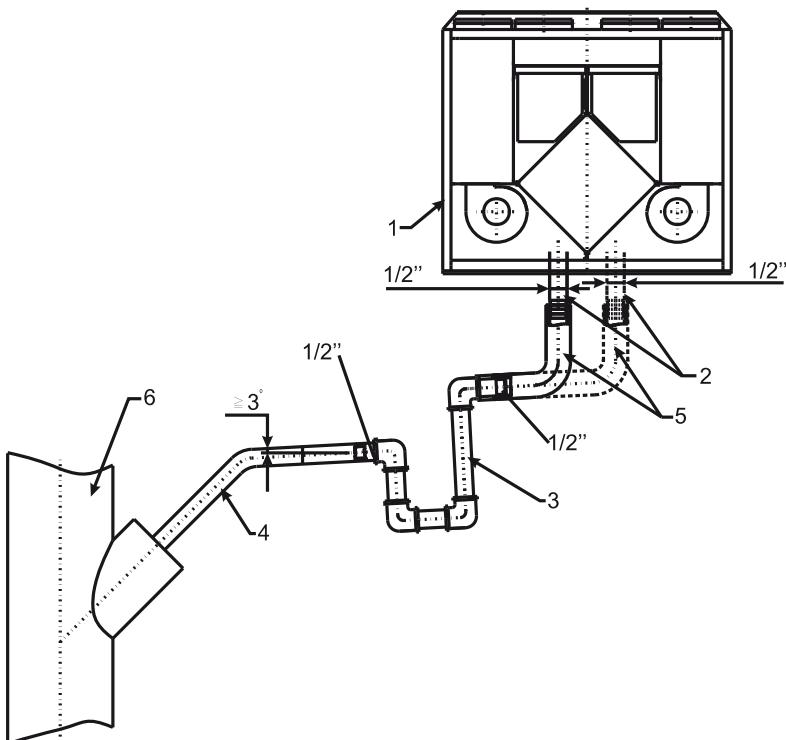

Рис. 4
После монтажа дренажной системы проверьте её работу, залив в поддон отвода конденсата 0,5 литра воды (сифон (3) должен быть постоянно заполнен водой). Если вода не вытекает из поддона, то устранимте данную неисправность. Система отвода конденсата должна эксплуатироваться в помещениях с температурой воздуха выше 0 °C, в противном случае необходимо покрыть тепловой изоляцией всю систему отвода конденсата от вентилагрегата до канализационной трубы и проложить нагревательный элемент (в виде кабеля) под изоляцией. Схема отвода конденсата от вентилагрегата показана на рис. 4.